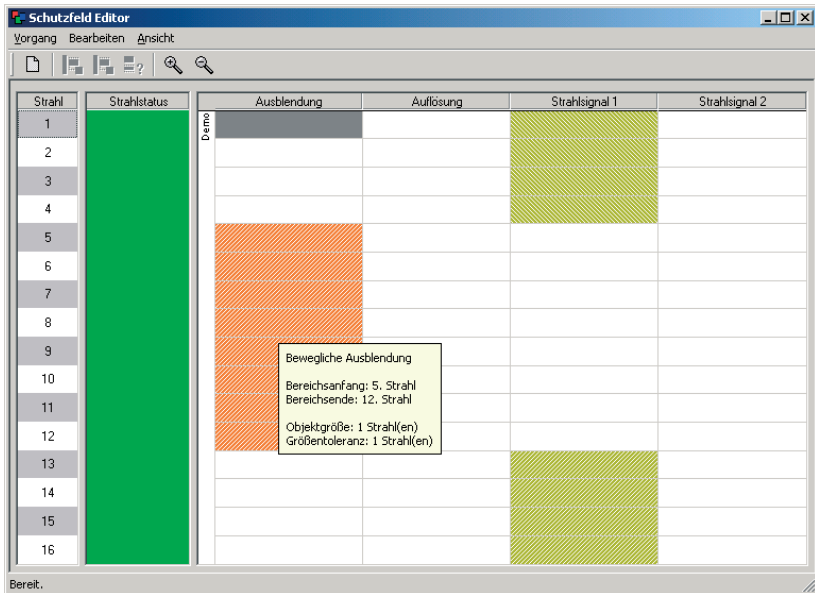

Bild 12.1-1: Parametrierung des Schutzfeldes für Beispielanwendung an Stanze
- > Fenster „Schutzfeld“ > „[Ändern]“: Einstellen von beweglicher Ausblendung mit Objektgröße = 1 und Größentoleranz = -1 in dem Teilbereich des Schutzfeldes, in dem sich das Blechband bewegen darf, Einstellen von „Strahlsignal 1“ für alle Strahlen ausserhalb des Ausblendungsbereiches, siehe Kapitel 8.4 und Abb. 12.1-1. Die effektive Auflösung reduziert sich dadurch auf 24 mm; der Sicherheitsabstand zur Gefahrstelle ist entsprechend anzupassen.